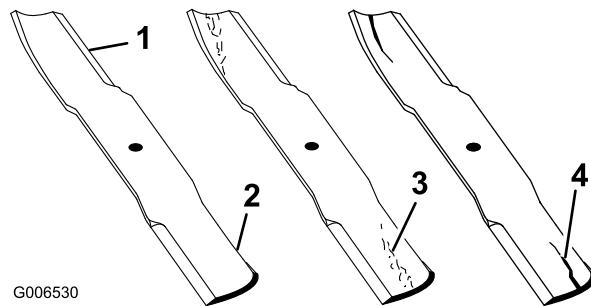

図 31
2. ブレードの切っ先を注意深く観察、特に、直線部と曲線部が交わる部分をよく観察する図 31。この、直線部と曲線部の交差域は、砂などによる磨耗が進みやすい部分なので、機械を使用するまえによく点検することが必要。磨耗が大きい場合には図 31 危険であるから交換する「ブレードの取り外し」を参照。
ブレードの磨耗を放置すると、ブレードのセール部と平坦部との間に割れ目が発生する図 31。この割れ目が拡大すると、最終的にはブレードがちぎれてハウジングの下から飛び出し、これがオペレータや周囲の人に重大な人身事故となる。